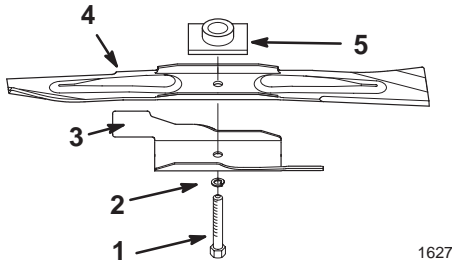

Figure 24
Tenez la lame à son extrémité avec un chiffon ou un gant épais. Enlevez le boulon de lame, la rondelle-frein, l'accélérateur et la lame (Fig. 24).
1. Installez une lame Toro équilibrée et bien affûtée, un accélérateur, une rondelle-frein et un boulon (Fig. 24).